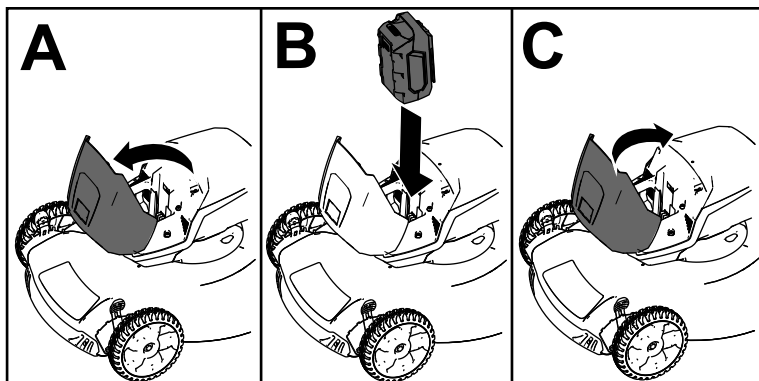

Figura 9
2. Sollevate il coperchio del vano batteria (A della **Figura 9**).
3. Allineate la cavità nel pacco batteria con la linguetta sulla macchina e fate scorrere il pacco batteria nel vano fino a quando non si blocca in posizione (B della **Figura 9**).
4. Chiudete il coperchio del vano batteria (C della **Figura 9**).